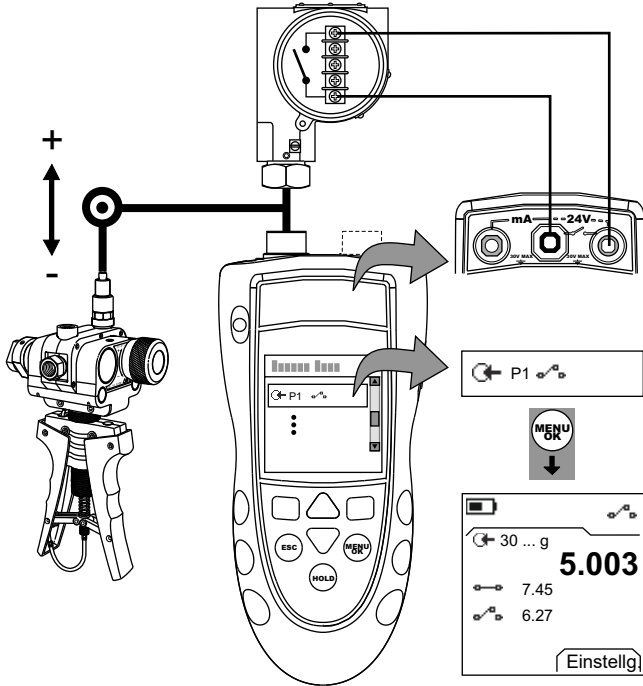

Abbildung 4: Beispielkonfiguration: Schaltertest
1. Schließen Sie das Gerät an (Abbildung 4) und ändern Sie ggf. die Option *Konfig.* (Tabelle 1).